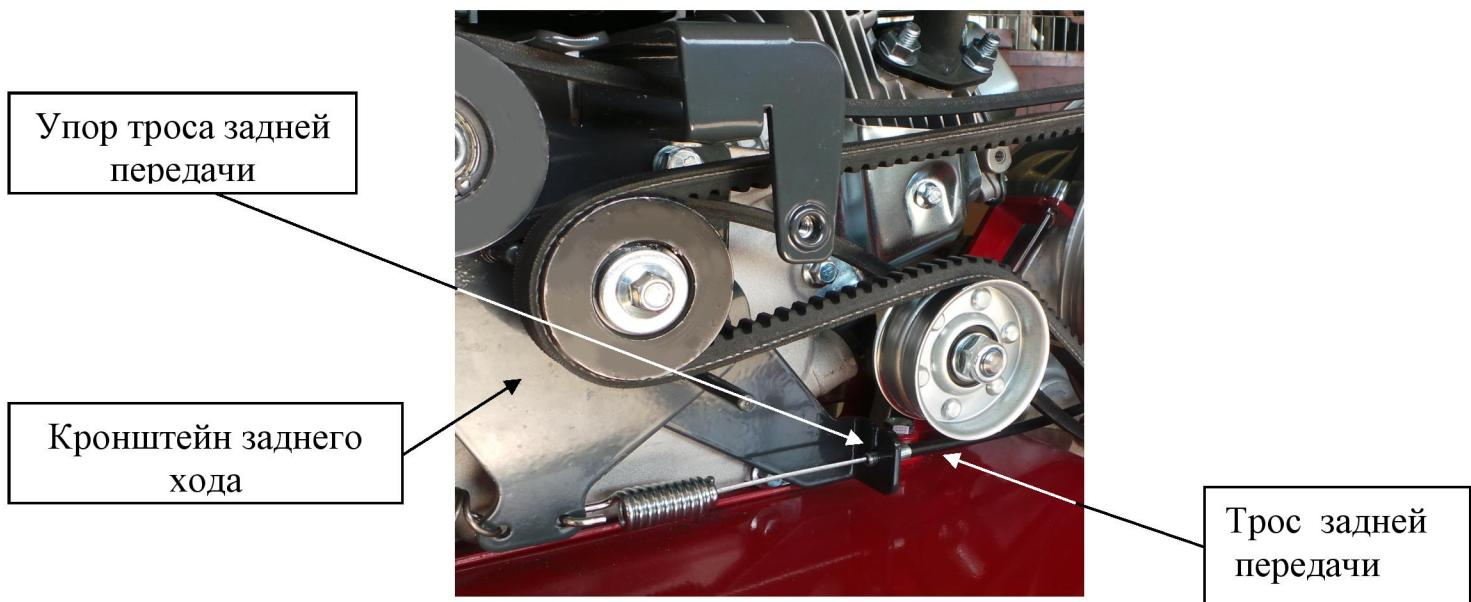

Рис.2 Установка троса включения задней передачи.
- 7.6. Собрать прицепную сошник с рамой с помощью болтового соединения M8, Рис.3. Установить трос включения задней передачи, Рис.2, Рис.4, для этого зацепить кольцо проушины троса за кронштейн заднего хода Рис.4, завести трос задней передачи в проушину упора троса задней передачи Рис.2. Установить трос включения передней передачи, Рис.4, для этого зацепить пружину троса передней передачи за рычаг включения передней передачи, завести трос передней передачи в проушину упора троса передней передачи.